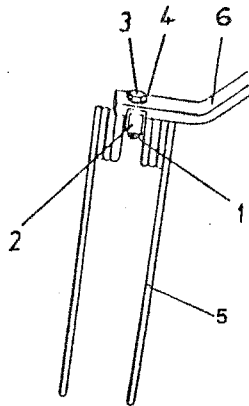

Bild 2
Zinken(Bild2, Pos.5) auf die Zinkenarme(Bild 2,Pos.6) stecken
und mit Unterlage(Bild 2,Pos.2) von unten an die Öse des Zinkens
anlegen. Danach die Sechskantschraube mit Scheibe(Bild 2, Pos.3.u.4)
von oben durchstecken und Sicherungsmutter (Bild 2, Pos.1) fest mit
Placer la dent(Fig.2, rep.5) sur son bras (Fig.2, rep.6) et la mettre
contre l'oeillet de la dent avec la cale(Fig.2, rep. 2) du bas.
Ensuite insérer la vis à 6 pans avec rondelle (Fig.2, rep. 3 et 4)du
haut et bien serrer l'écrou de fixation (Fig.2, rep.1) au moyen d'une
Push the tines(Fig.2, item 5) onto the tine arms (Fig. 2, item 6) and
the washer(Fig.2, item 2). Then push the hexagonal bolt with washer
(Fig.2, items 3 and 4) through from above and tighten the locknut (Fig.
De tanden(afb.2pos.5) op de armen van de vork(afb.2, pos.6) aanbrengen
en met de onderlaag (afb.2,pos.2) van onderen tegen het oog van de vork
aanleggen. Daarna de zeskantenschroef met schijf(afb.2, pos.3+4) van bo-
ven erdoor steken en de veiligheidsmoer(afb.2,pos.1) stevig vastschroe-
Skjut på fjädrarna(bild 2 pos 5) på rotorarmarna (bild 2 pos.6) och
sätt dit underläggsbrickan(bild 2 pos 2) underifrån mot fjäderns ögla.
Stick in en sexkantsskruv med bricka (bild 2 pos 3 och 4) ovanifrån och
sätt dit en låsmutter(bild 2 pos 1). Dra åt muttern, åtdragningsmoment
Infilare il dente (fig. 2, pos. 5) nel braggio portadente (fig. 2, pos. 6) appoggiare sulla parte inferiore lo spessore (fig. 2, pos. 2) inserire il bullone esagonale con rondella (fig. 2, pos. 3 e 4) e serrare con il dado (fig. 2, pos. 1) con chiave tarata (110 Nm).